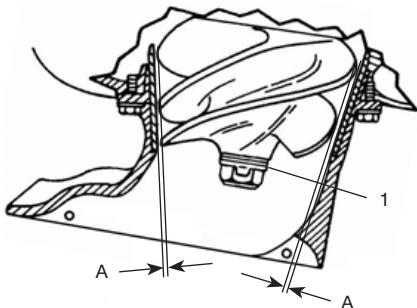

Рис. 35 Проверка зазора
2. При помощи набора щупов измерьте зазор между лопастями импеллера и конической втулкой (Рис. 35). Зазор A
между импеллером и конической втулкой должен быть 0,8 мм. В противном случае необходимо произвести регулировку зазора. Регулировка зазора производится с помощью регулировочных шайб 1 (Рис. 35).